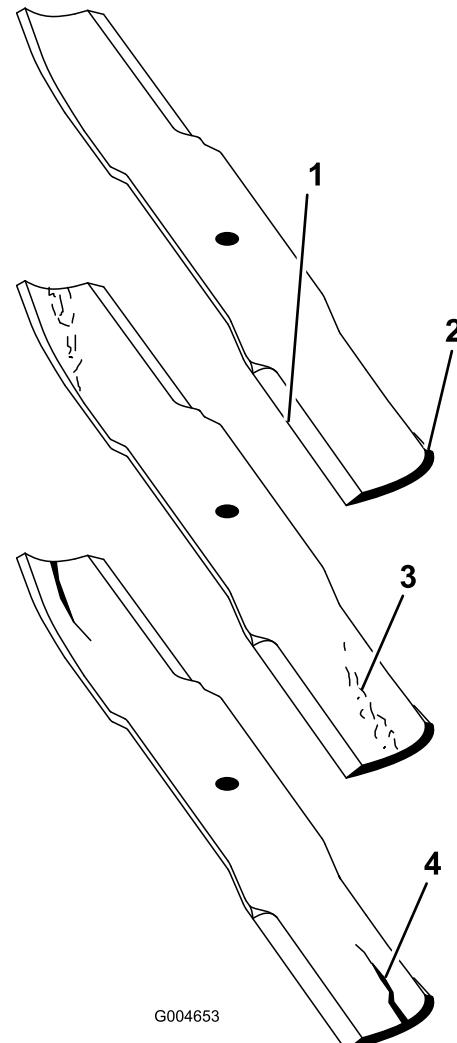

Figura 67
- Controllate i taglienti (Figura 67). Se i taglienti non sono affilati o mostrano delle tacche, togliete le lame e affilatele. Vedere Affilatura delle lame \(pagina 39\).
- Controllate le lame, in particolare la costa (Figura 67). In caso di danni, usura o scanalature
nell'area (Figura 67), montate immediatamente una nuova lama.